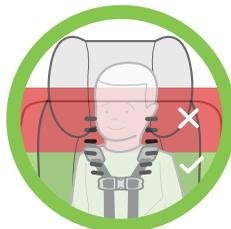

Figure 112
**Orientation vers l'arrière** – Les sangles du harnais doivent traverser les fentes des sangles du harnais au niveau ou au-dessous – et le plus près possible – des épaules de l'enfant, tel qu'illustré dans la **Figure 112**.